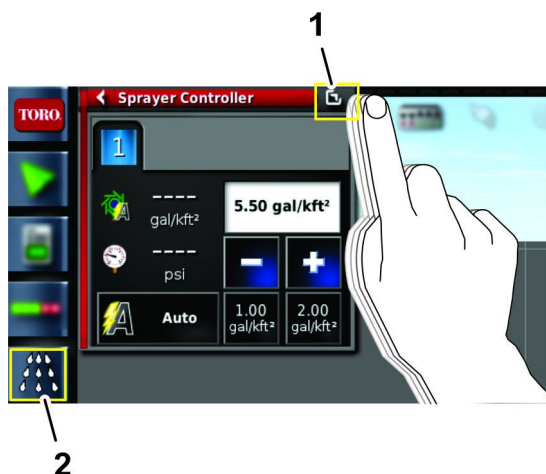

图 132
6. 按喷洒率控制器图标然后滑动打药车控制器窗口右上角的全屏图标 图 132。